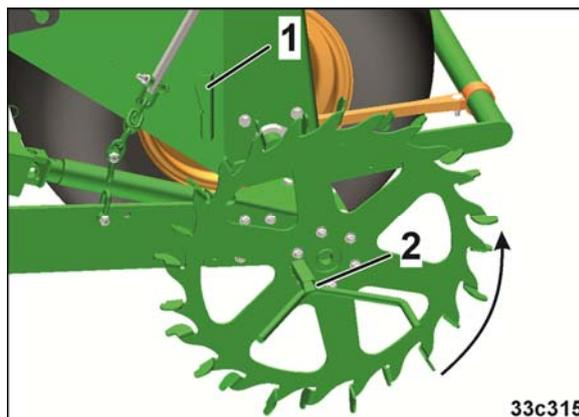

Fig. 53
5. Die Abdrehkurbel aus der Parkposition (Fig. 53/1) entnehmen und in das Vierkantloch des Spornrades (Fig. 53/2) stecken.
6. Das Spornrad mit der Abdrehkurbel so lange entgegen dem Uhrzeigersinn drehen (siehe Fig. 53) bis alle Kammern der Dosierräder mit Dosiergut gefüllt sind und ein gleichmäßiger Gutstrom in den Auffangbehälter fließt.